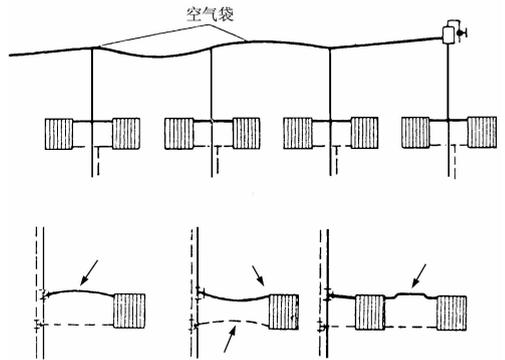

图 10 空气袋示意
2) 空气袋。管道在垂直面上弯曲或与散热器连接不正确都可能产生空气袋。管道可以向上弯曲,也可以向下弯曲,如图 10 所示。